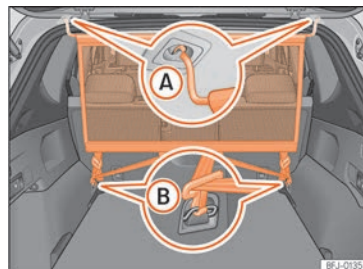

Abb. 132 Netztrennwand eingebaut.
• Netztrennwand in der linken Aufnahme am Dach einhängen »» **Abb. 132 (A)**. Darauf achten, dass die Querstange über die obere Position hinaus nach unten gezogen wird.
• Netztrennwand in der rechten Aufnahme am Dach durch Zusammendrücken der Querstange einhängen »» **Abb. 132 (A)**.
• Beide Haltehaken der Netztrennwand in die vorderen Verzurrösen im Gepäckraum »» **Abb. 132 (B)** einhängen und die Gurte fest spannen.
• Haltehaken der Netztrennwand an den Verzurrösen »» **Abb. 132 (B)** aushaken.
• Netztrennwand an der rechten Aufnahme im Dach »» **Abb. 132 (A)** durch Zusammendrücken der Querstange aushängen.